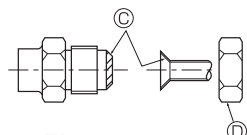

Fig. 5-5
A (Fig. 5-5)
5.5. Tubos de conexión (Fig. 5-4) (Fig. 5-5)
[Fig. 5-5]